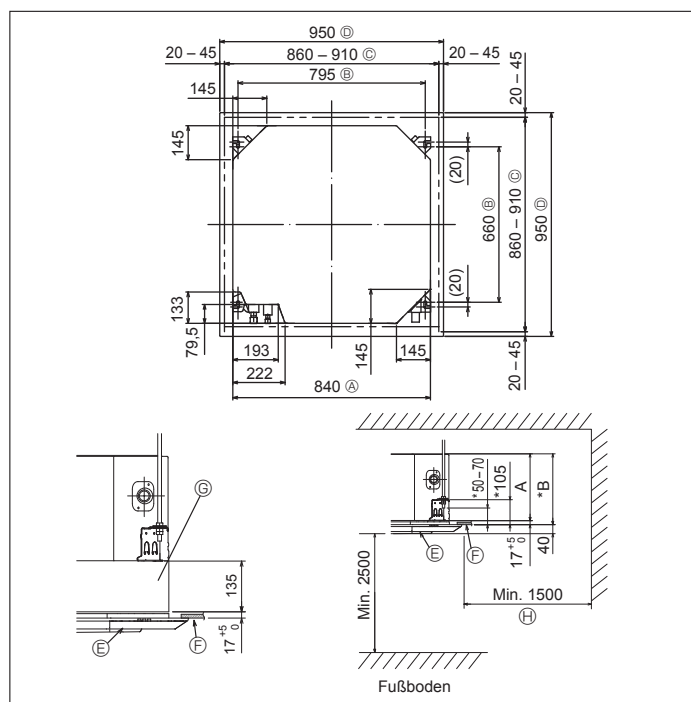

Fig. 3-2
3.2. Lage der Öffnungen in der Decke und der Befestigungsschrauben für die Aufhängung (Fig. 3-2)
- Die Abmessungen der Deckenöffnung können innerhalb des in Fig. 3-2 dargestellten Bereichs angepaßt werden. Deshalb ist die Hauptanlage in der Deckenöffnung zu zentrieren und sicherzustellen, daß die jeweils gegenüberliegenden Seiten überall den gleichen Abstand aufweisen.